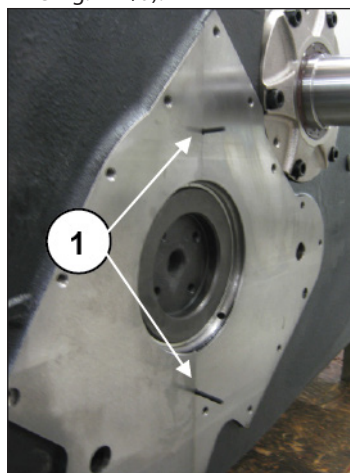

Fig. 113
A cota saliente da vedação OR deve ser de 2 mm (pos. ①, Fig. 113).